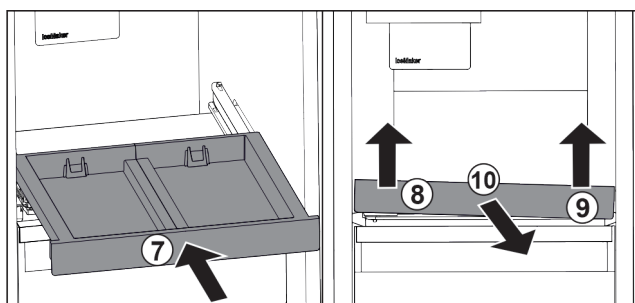

Fig. 120
- Vstavite izvlečno polico. Fig. 120 (7)
- Izvlečno polico dvignite naprej levo. Fig. 120 (8)
- Izvlečno polico dvignite naprej desno. Fig. 120 (9)
- Izvlečno polico odstranite v smeri naprej. Fig. 120 (10)